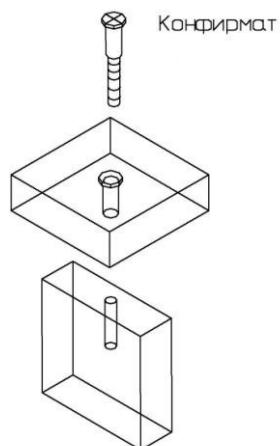

Рис. 4
Закрепить заднюю стенку (6) и перегородки (4), (04) с помощью конфирмат-винтов, ввернув их сквозь отверстия в нижнем щите (3) (см. рис.4). Затянуть эксцентрики на нижнем щите (3). Присоединить основание (5) к нижнему щиту (3) с помощью винтов M6x30. К получившейся конструкции присоединить крышку (1) так, чтобы дюбели и шканты в крышке вошли в предназначенные для них отверстия в боковых стенках (2), (02), перегородках (4), (04) и задней стенке (6). Затянуть эксцентрики, повернув их на 180 градусов (см. схему сборки). Закрыть эксцентрики и конфирмат-винты заглушками-самоклейками.